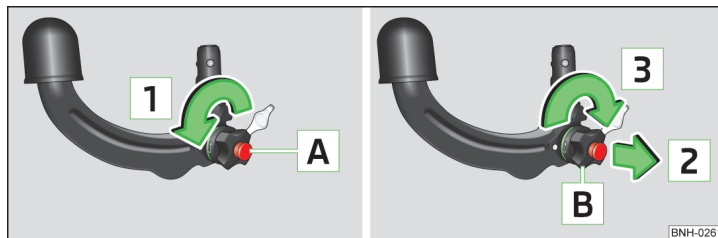

Abb. 111 Bereitschaftsstellung einstellen
- Den Schlüssel **A** in Pfeilrichtung **1** bis zum Anschlag drehen » Abb. 111.